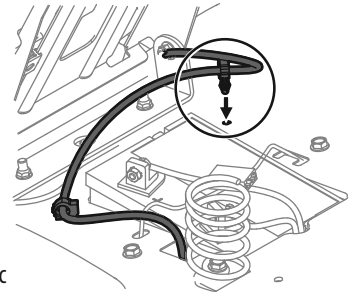

Figure 4
- Faites enclencher l'attache pour retenir l'excédent de fil à l'aile. Voir Figure 4.